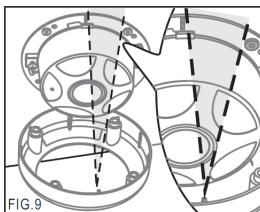

FIG.9
5. Coloque o anel decorativo no corpo da câmera. A coluna de posicionamento do anel deve estar entre a coluna de posicionamento do corpo da câmera e a porca de parafuso (FIG.9). Gire o anel decorativo no sentido horário até que sua coluna de posição toque a coluna de posicionamento do corpo da câmera. Aperte os 4 parafusos (FIG.10).